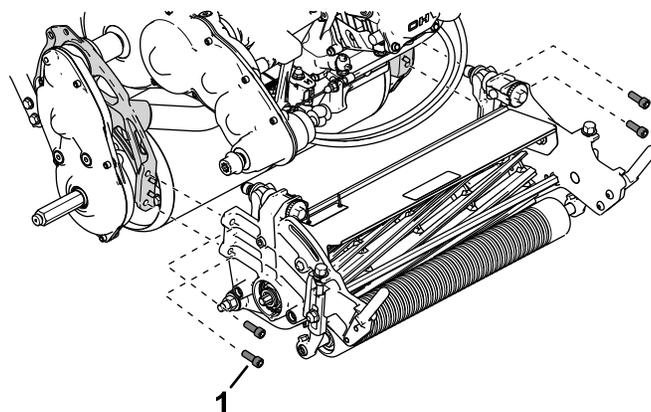

Bild 46
5. Verwenden Sie die vier Bundkopfschrauben, um das Mähwerk am Rahmen zu befestigen (Bild 46).